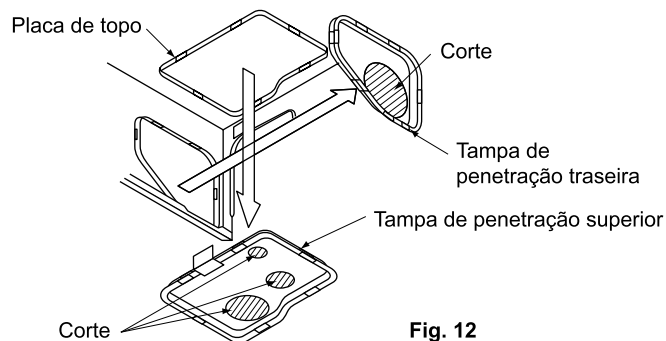

Fig. 12
(1) No caso de tubagem traseira
- Retire a tampa traseira para ligação dos tubos. (Consulte a Fig. 12, 14)
(2) No caso de tubagem ascendente
- Retire a tampa da saída do tecto e utilize o kit de tubagem opcional em forma de "L". (Refer to Fig.12, 13)
(3) No caso de tubagem do lado direito
- Depois de concluída as tubagem, corte a tampa de penetração de acordo com a forma da tubagem, utilizando uma tesoura e fixe-a. Como antes de retirar a tampa de penetração superior, prenda os fios do motor oscilante e termistor, passando-os pela peça respectiva na tampa de penetração superior. **(Consulte a Fig. 12, 15)**